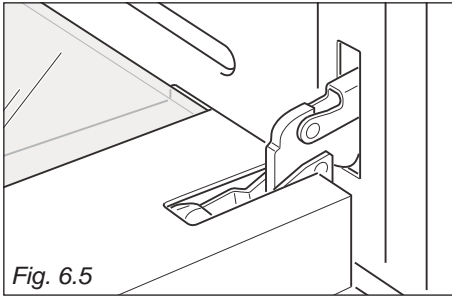

Fig. 6.5
- Ugnsluckan öppnas helt (Fig. 6.5).
- Försiktigt stängs ugnsluckan tills vänster och höger låskrokar fästas till gångjärnen "A" på ugnsluckan (Fig. 6.5, 6.7).